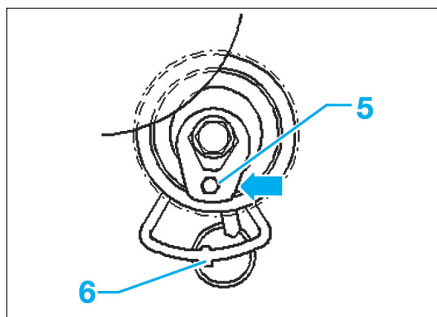

Fig. 9
- Tourner le galet-tendeur à l'aide du six pans creux (5) (Fig.9) dans le sens horaire, en direction (flèche) de la fenêtre de marquage (galet-tendeur en position détendue).